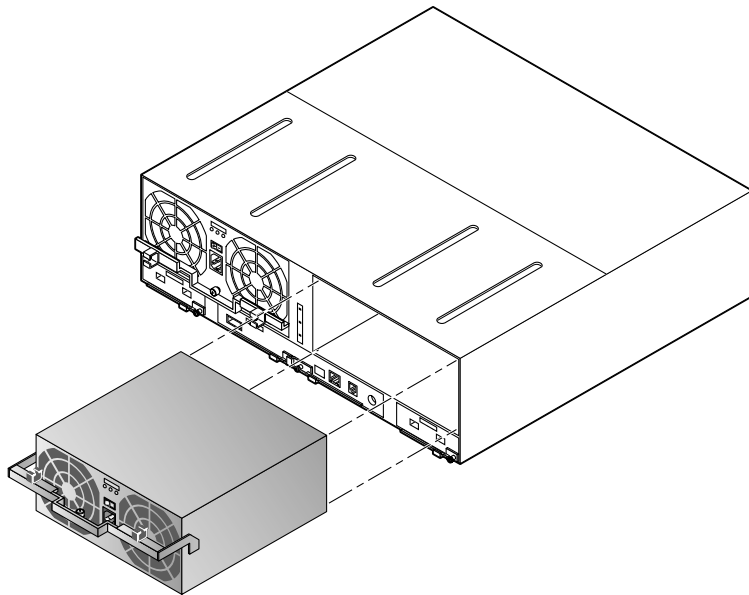

図 6-10 電源 / ファン一体ユニットの取り出し
5. ラッチハンドルを引き上げ、電源 / ファン一体ユニットをコネクタから解放します (図 6-10)。